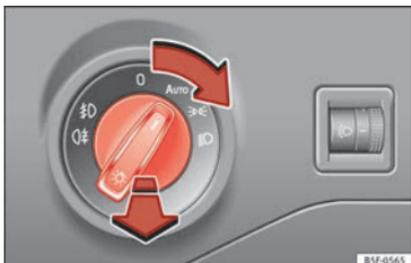

Abb. 35 Instrumententafel: Bedienelement Licht
• Lichtschalter in die gewünschte Position drehen » **Abb. 35**.